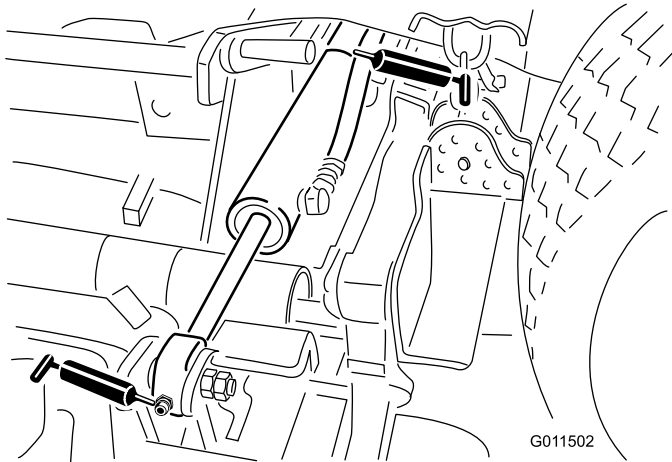

Figure 44
Vérin de relevage latéral (4) (Figure 44).